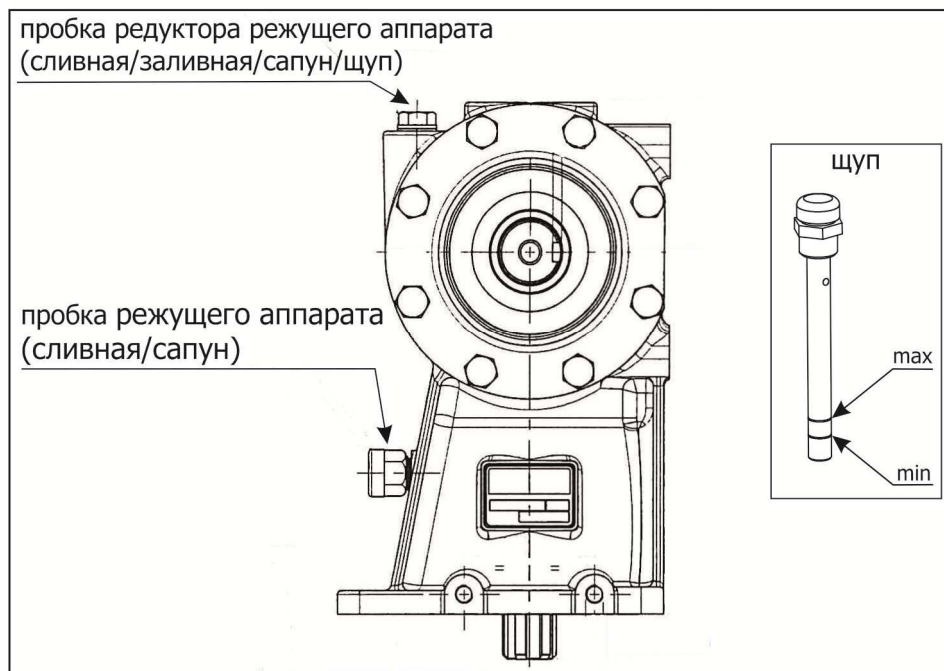

Рисунок 7.5 – Редуктор режущего аппарата
7.2.6.5 Для заполнения редуктора режущего аппарата маслом предусмотрена заливная пробка, которая является также щупом, сливной пробкой и сапуном (рисунок 7.5).